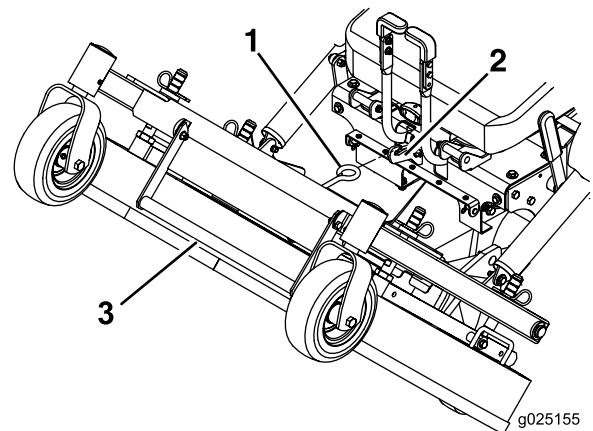

Figure 20
3. À l'aide de la poignée de relevage du tablier, relevez le tablier et verrouillez-le en position « relevée » (le verrou est situé à l'avant au centre du siège) (Figure 20).
1. Tenez fermement la poignée de relevage du tablier de coupe, décrochez le verrou de la machine et abaissez lentement le tablier au sol (Figure 20).